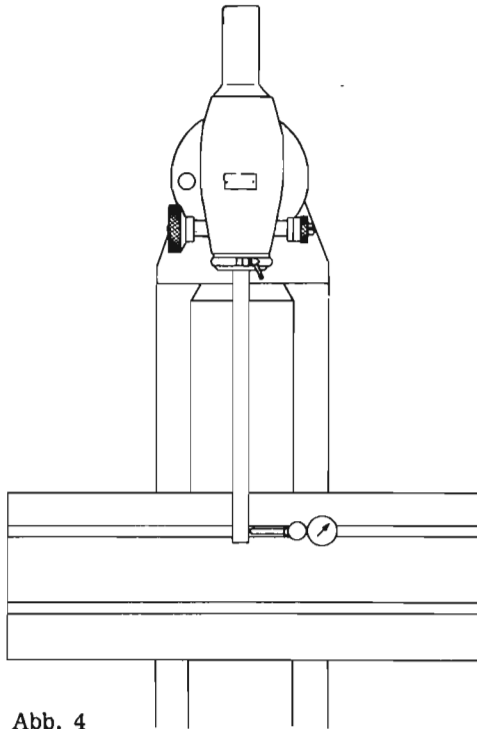

Abb. 4
c) Genaues Ausrichten der Senkrechtstellung (Abb. 4)
- 1) Das Ausrichten der Fräskopfspindel auf genaue Senkrechtstellung-erfolgt wie in Abb. 4 angegeben.